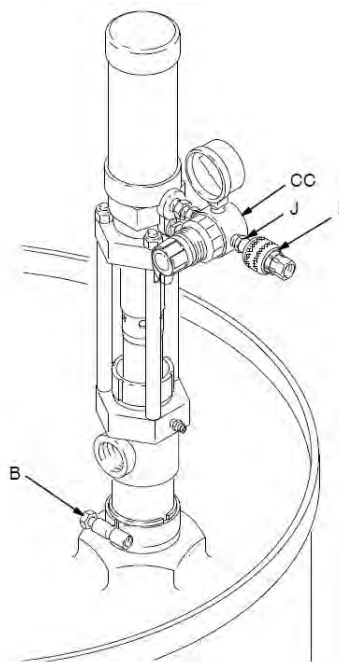
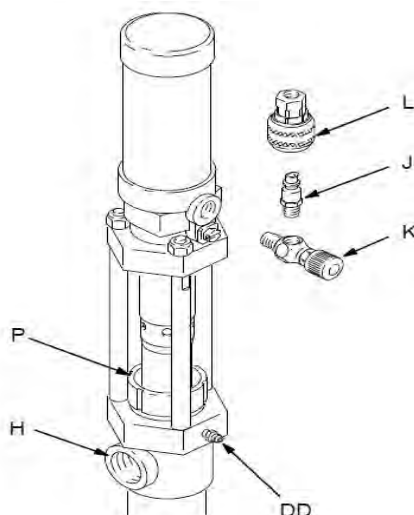

Рис. 3
Рис. 5
Большинство моделей оснащается пневмоклапаном управления (К) игольчатого типа, который установлен на насосе во впускном канале подачи воздуха. В отличие от них, модель 226951 оснащена комплектом (СС) регулятора потока воздуха (см. Рис. 3). На всех моделях имеется быстроразъемная муфта (L) линии подачи воздуха, с помощью которой они подсоединяются к насосу и принадлежностям.
Закрыв воздушный клапан (K) или регулятор (CC), включите подачу воздуха и подсоедините соединительную муфту (L) линии подачи воздуха. См. раздел Рис. 3 или Рис. 5. Обязательно откройте все дозирующие клапаны.
Наполните чашку (P) на 1/2 жидкостью для уплотнений горловины (TSL) марки Graco или совместимым растворителем и поддерживайте этот уровень, не допуская высыхания жидкости, покрывающей шток поршневого насоса, и повреждения уплотнений горловины насоса. См. раздел Рис. 5.
Регулярно смазывайте уплотнения горловины при подаче несмазывающих жидкостей или выключении насоса на период более нескольких дней. На некоторых насосах для этой цели имеется смазочный фитинг (DD). См. раздел Рис. 5.
Регулярно проверяйте затяжку уплотнительной гайки (P). Сбросьте давление, а затем затяните ее, только чтобы исключить утечку, но не сильнее. См. раздел Рис. 5. Если остановить утечку не удастся, замените уплотнения, чтобы предотвратить вероятность опасного воздействия подаваемого материала.